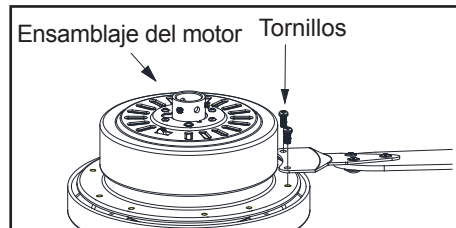

Figura 13
3. Fija los ensamblajes de aspas al motor alineando los dos orificios de tornillo en el soporte del asa con los del volante central y asegura con tornillos. (Figura 13)
4. Repite este paso para ensamblar las aspas restantes. (Figura 13)